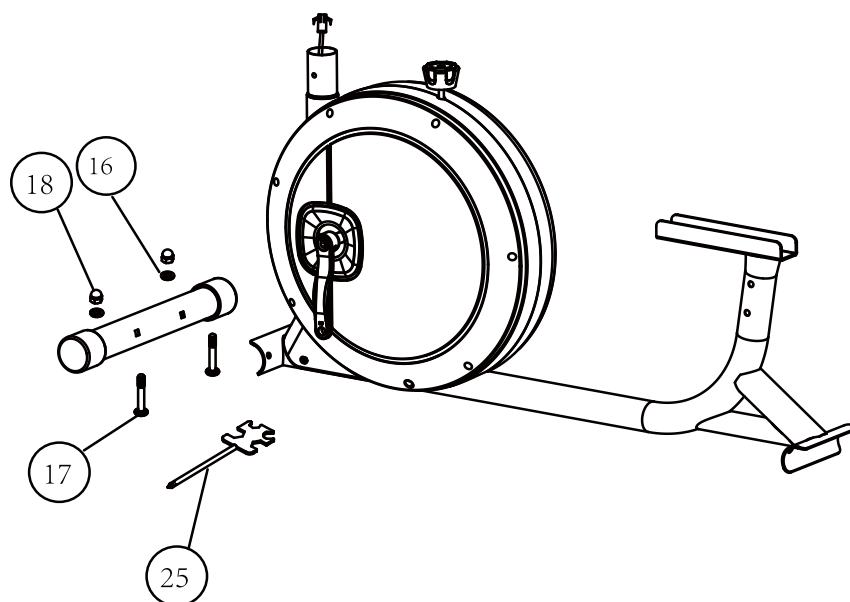

Figure 1
1. Utiliser respectivement 2 vis à tête ronde n°17 et une rondelle annulaire n°16, le couvercle supérieur n°18 ; utiliser l'ouverture n°25 avec une clé cruciforme pour fixer ensemble le groupe du châssis principal n°01 et le groupe du tube de pied avant n°02. Comme indiqué à la figure 1.